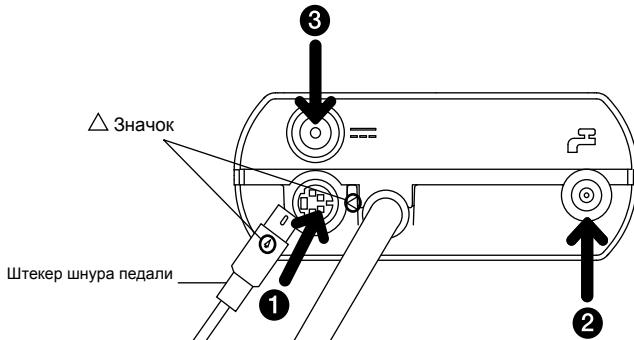

Рис.1
Вставьте все штекеры в нужные разъемы. (Рис.1)
- ❶ Вставьте штекер шнура педали так, чтобы значок на штекере  $\Delta$  совпадал с таким же значком на разъеме блока управления.
- ❷ Подсоедините шланг для воды (концом с фильтром для воды см. Рис.1) в разъем для воды на блоке управления.
- ❸ Подсоедините блок питания.